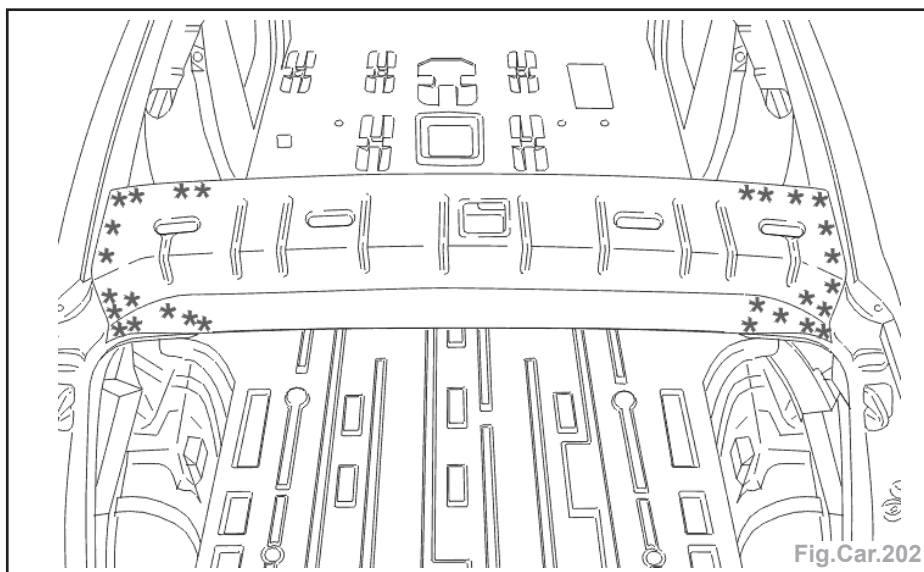

Fig.Car.202
- Découper par fraisage des points et déposer l'élément (Fig.Car.202).